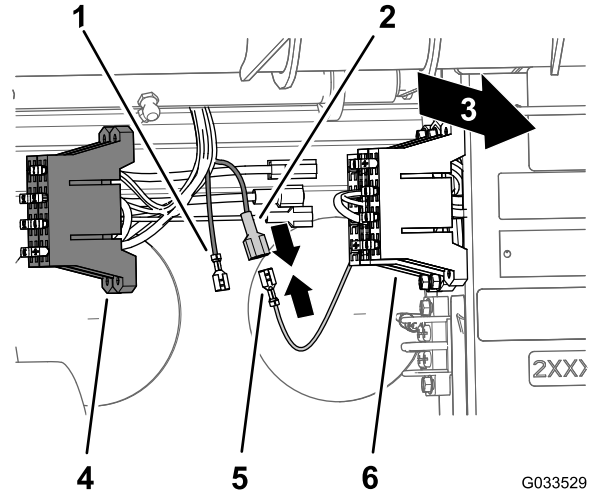

Bild 25
am Sicherungskasten der Maschine und den isolierten Flachstecker am Ende des gelben, optionalen Stromkabels am Sicherungskasten des Sprühfahrzeugkabels (Bild 25).
3. Stecken Sie den nicht isolierten Anschluss des Sicherungskastens für die Maschine in den isolierten Flachstecker des Sicherungskastens des Sprühfahrzeugs (Bild 25).